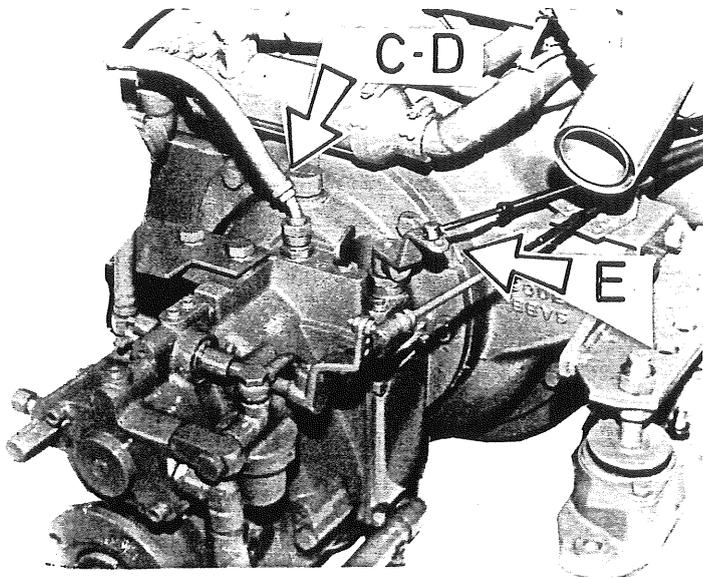

Fig. 27
2. Løs returslangen fig. 27, pos. C, og skru ut nippelen D. Vri slangen tilside.
**VIKTIG:** Manøverhendelen E fig.27 skal ikke beveges uten at motoren er i gang, se side 13.